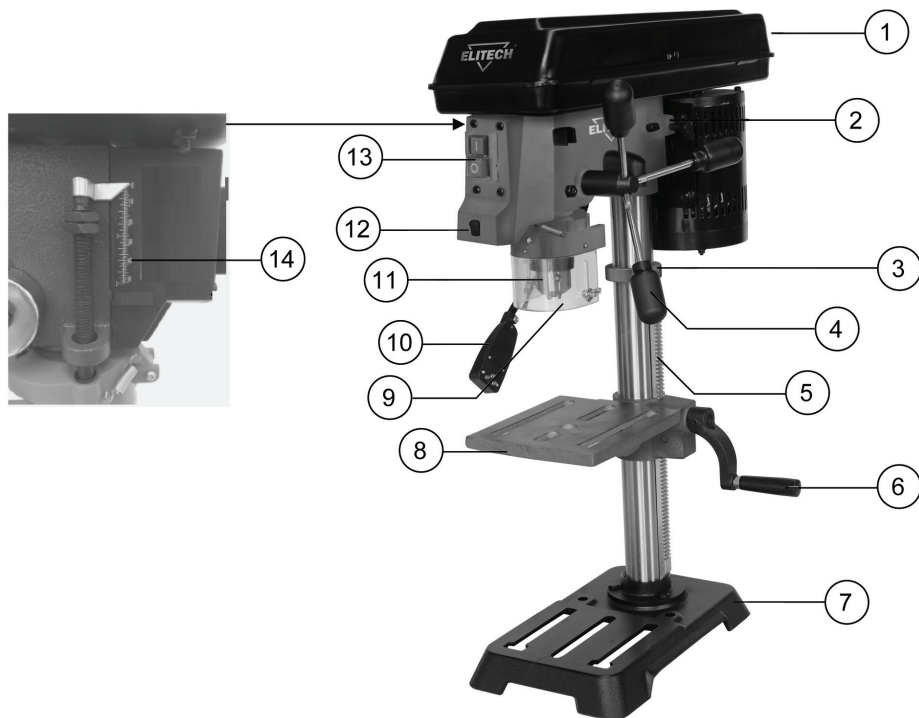
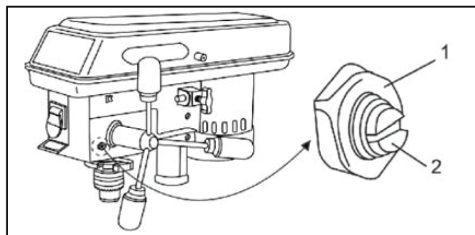

Рис. 1
Рис. 6
6.3. Возьмите кронштейн стола, вставьте в него червячный вал (Рис. 3) и введите элевационную рейку. Прижмите элевационную рейку к червячному валу. Установите собранный узел на стойку (Рис. 4). Нижний конец элевационной рейки обопрется на нижнее кольцо стойки, а верхний конец рейки прижмите ограничительным кольцом (Рис. 5). При установке ограничительного кольца на стойку обратите внимание на то, чтобы узел с одной стороны кольца плотно прижал элевационную рейку. Зафиксируйте кольцо винтом. Установите ручку перемещения рабочего стола 6 (Рис. 1).
6.5. Установите ручки подачи 4 (Рис. 1).
6.6. Установите на шпиндель патрон 11 (Рис. 1).
6.7. Установите защитный щиток 9 (Рис. 1).
6.8. Проверьте наличие поперечного люфта шпинделя, покачав за сверлильный патрон 11 (Рис.1). Если люфт ощутим, его можно минимизировать, проворачивая по часовой стрелке винт 2 (Рис.6), предварительно отпустив контрящую гайку 1 (Рис. 6). По завершению регулировки затяните контрящую гайку. Помните, затягивая винт 2 (Рис. 6) вы прижимаете шпиндель. Усилия возвратной пружины может оказаться недостаточным для автоматического подъема шпинделя в исходное положение.
- Включение станка осуществляется выключателем 13 (Рис 1). Кожух ременной передачи 1 (Рис. 1) должен быть закрыт. Ключ зажимного патрона не должен оставаться в патроне.
- Лазерный указатель включается выключателем 12 (Рис. 1).
- Контроль и регулировка глубины сверления «глухих» отверстий производится по шкале 14 (Рис. 1), расположенной на станке.
- Осевое перемещение шпинделя (патрона) 11 (Рис. 1) задается рычагом подачи 4 (Рис. 1);
- Изменение высоты рабочего стола 8 (Рис. 1) вдоль стойки осуществляется ручкой 6 (Рис. 1) с предварительно ослабленным фиксатором кронштейна.
Для изменения скорости вращения шпинделя предварительно следует ослабить натяжение клиновых ремней винтом 2 (Рис. 1). Затем переместить электродвигатель в сторону шпинделя. Руководствуясь схемой на рисунке 7 необходимо установить ремни на ступенях шкивов в требуемые позиции. Затем натянуть клиновые ремни, отодвигая двигатель в сторону от шпинделя и зафиксировать натяжение винтом 2 (Рис. 1).